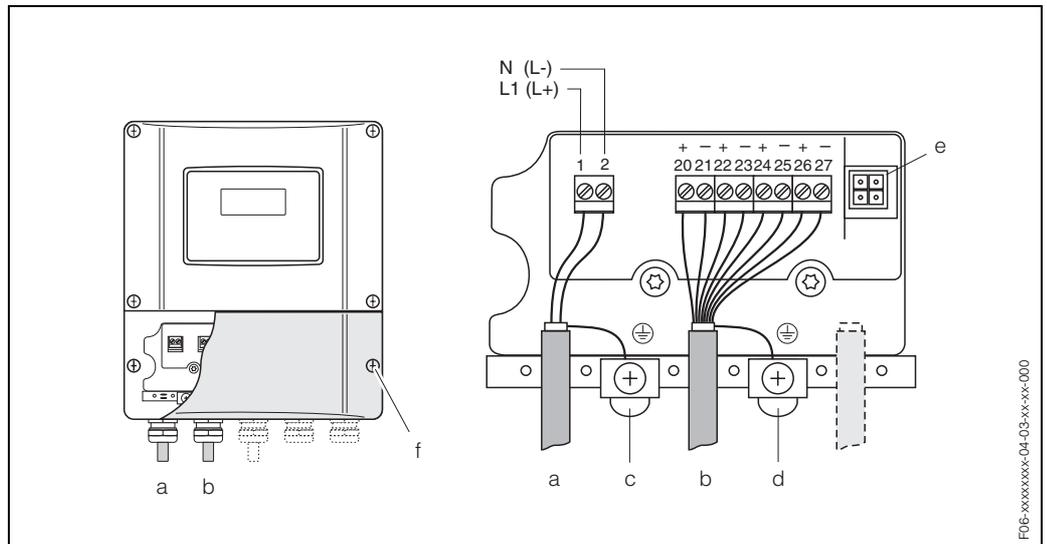

Abb. 34: Anschließen des Messumformers (Wandaufbaueinheit). Leitungsquerschnitt: max. 2,5 mm²
- Anschlussplan (Wandaufbaugeschäuse) → Abb. 34